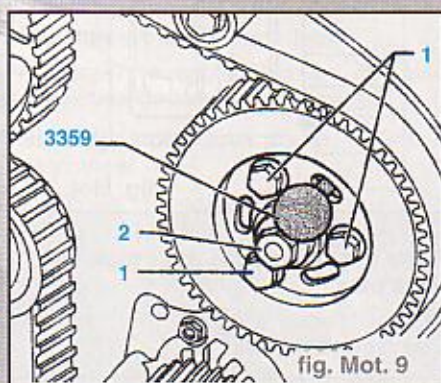

fig. Mot. 9
- Bloquer le pignon de pompe d'injection avec un mandrin d'arrêt (fig. Mot. 9).